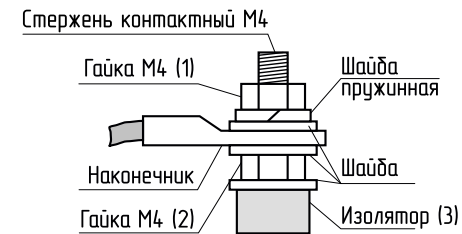

Рис.5 Присоединение проводов к выводам блок ТЭН
- Для установки модуля GSM/GPRS или LAN необходимо снять блок управления (7) с кожуха котла (3), снять крышку с блока управления и установить на ее место крышку с платой модуля GSM/GPRS или LAN, предварительно подключив кабель к разъему XS4 на плате блока управления. Далее необходимо установить SIM-карту со снятым запросом PIN-кода в модуль GSM/GPRS или подключить сетевой кабель к модулю LAN, установить на место блок управления и присоединить кабель антенны к разъему модуля GSM/GPRS. Кабель от антенны модуля GSM/GPRS или сетевой кабель модуля LAN, необходимо пропустить в кабельный ввод (18);
6.4. При замене блок ТЭН присоединение фазных проводов к выводам блок ТЭН производить согласно Рис.5. Сечение кабеля указано в таблице 1.
- Внимание!** При закручивании гайки М4 (1) во избежание короткого замыкания, при повреждении изоляции (3) и последующего выхода из строя блока ТЭН необходимо зафиксировать (рожковым) гаечным ключом гайку М4 (2). Затяжку гайки М4 (1) производить с усилием 1,8 Нм.